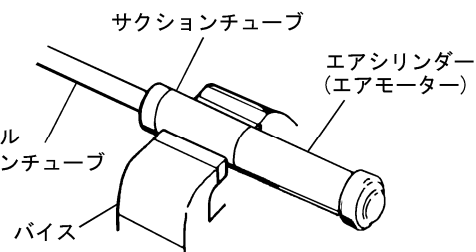

Fig.4
- 4) サクションチューブをバイスに固定してエアシリンダーをパイプレンチでねじ戻して取外してください。(Fig.4)